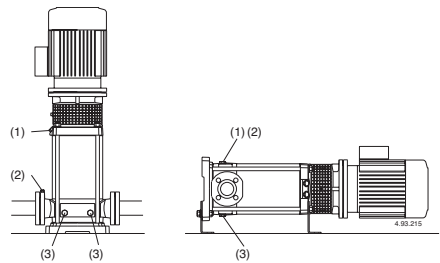

Fig. 4 (1) Llenado y purga
Con la **bomba por encima del nivel de agua** a elevar, (funcionamiento en aspiración, (Fig. 3A), o con una carga insuficiente, (inferior a 1 m) para abrir la válvula de retención, llenar el tubo de aspiración y la bomba a través del orificio (1) (fig. 4).
(2) Purga aspiración
(3) vaciado
Con el **nivel de agua en aspiración por encima de la bomba**, (funcionamiento bajo carga, fig. 3B), llenar la bomba abriendo lentamente y completamente la compuerta del tubo de llegada teniendo la compuerta de la impulsión abierta y también los agujeros de purga (1), (2) (fig. 4) para hacer salir el aire.
Cerrar los agujeros de purga (1), (2) (fig. 4), para MXV-B, MXV(L) 25-32-48 und MXV(L)4 25-32-40 Atornillar los tornillos tipo pasador (17.17) del tapón de vaciado (14.12) (fig. 4b), y cierre el orificio de purga (14.04).
Si se verifica una pérdida del cebado, (interrupción en el flujo de impulsión, estando las compuertas abiertas), o si se nota una oscilación de la presión indicada en el manómetro, repetir el purgado del lado aspiración (2) verificar que todas las juntas del tubo de aspiración estén perfectamente herméticas y cerrar el tornillo de cebado (2), y los tornillo de vaciado (3) en el lado de aspiración (fig. 4).
Posiblemente, como el caso de empleos temporales con líquidos sucios, hacer funcionar brevemente la bomba con agua limpia para remover los depósitos. O bien, después del vaciado proseguir con un lavado metiendo agua (al menos 40 litros) en el agujero de llenado (1) lado impulsión y dejándola salir por el agujero de vaciado (3) lado aspiración (fig.4).
Antes del desmontaje cerrar la compuerta de aspiración, y la de impulsión, y vaciar el cuerpo de la bomba (**fig. 4**).